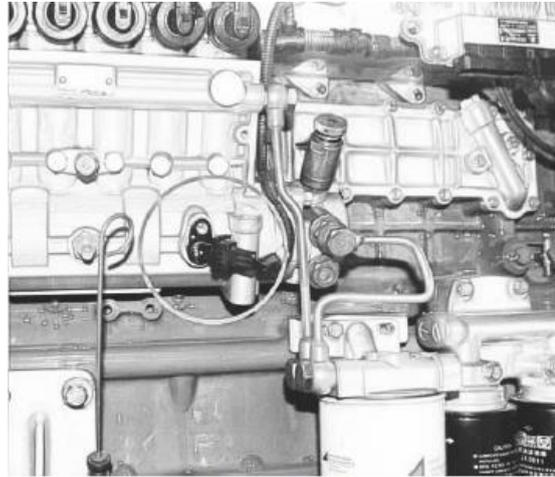

Fig 4-3
2.2 Виміряйте швидкість розподільного вала масляного насоса за допомогою ЕБК. Номер моделі: MG4S (див Рис. 4-3).